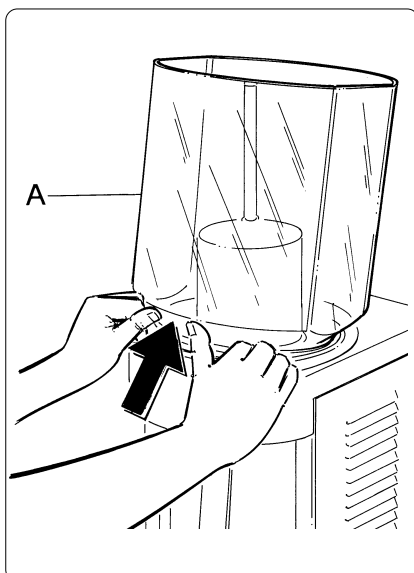

Fig. 3
- Démontez le réservoir (A) hors de son logement en exerçant une poussée vers le haut d'après la figure 3.